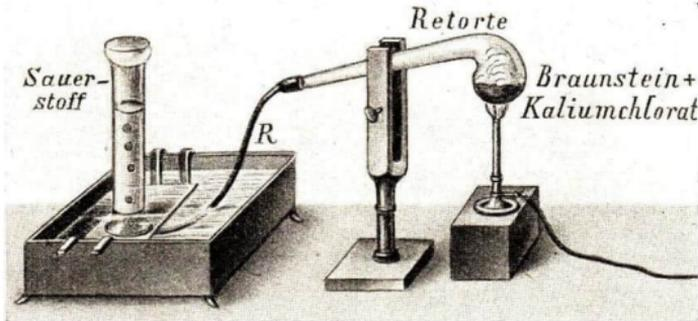

Abb. 405. Darstellung von Sauerstoff
3. Auffangen des Gases (Abb. 405). Man erhitzt das Salzgemisch in einer schwer schmelzbaren Retorte und leitet das entweichende Gas in einen mit Wasser gefüllten Zylinder, der mit der Mündung nach unten in einer sog. **pneumatischen Wanne** steht.
Dabei wird das Gasrohr *R* (der Abb. 405) beim Stopfen *S* (Abb. 406) in den vorher ganz mit Wasser gefüllten Gasometer eingeführt, wobei man den Hahn *b* öffnet.